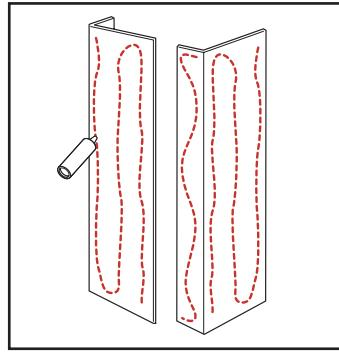

Fig. 5
5. Apply adhesive to corner panels (B) as shown in **Fig. 5**. Press panels firmly into place. See **ADHESIVE INSTRUCTIONS**.
5. Appliquer une bande continue de 1/4 po d'adhésif au dos des panneaux de coin (B), tel qu'illustré sur la **Fig. 5** et installer les panneaux. Suivre la procédure de **FIXATION DES PANNEAUX**.
5. Aplicar una banda continua de 1/4" de adhesivo por el costado posterior del panel de esquina (B), tal como sale en la **Fig. 5** e instalar los paneles. Siga el procedimiento de **FIJACIÓN DE LOS PANELES**.